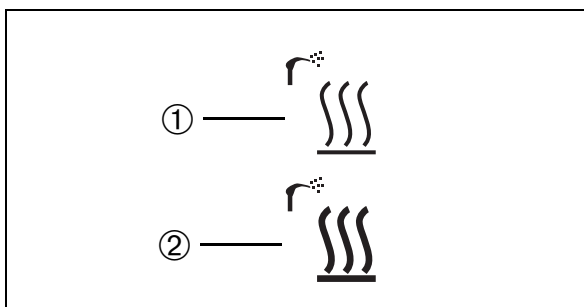

Abb. 24
Das abgeblendete Symbol für die Spritzenheizung zeigt den ausgeschalteten Zustand der Heizung an ① (Abb. 24).
Ist die Heizung eingeschaltet, leuchtet das Symbol in voller Stärke ② (Abb. 24).